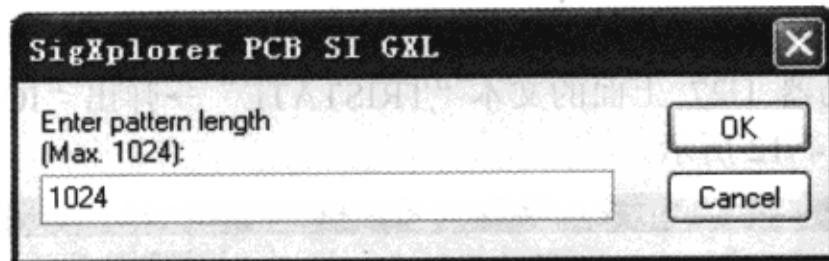

图 6-4-14 “SigXplorer PCB SIGXL”对话框
(3) 设置“IO Cell (U27) Stimulus Edit”对话框的“Stimulus Editing”区域“Frequency”为“400MHz”,“Init”为 0,“Switch At”为“BOTH”→单击“Random”按钮→弹出“SigXplorer PCB SI GXL”对话框,如图 6-4-14 所示。